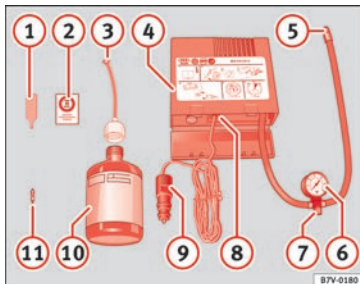

Fig. 67 Rappresentazione standard: contenuto del kit per la riparazione degli pneumatici.
- Svitare il cappuccio e l'elemento di tenuta della valvola del pneumatico. Utilizzare l'apparato » **fig. 67 ①** per estrarre l'elemento di tenuta. Collocarlo su una superficie pulita.
- Agitare vigorosamente la bomboletta del sigillante per pneumatici » **fig. 67 ⑩**.
- Avvitare il tubo di gonfiaggio » **fig. 67 ③** alla bomboletta del sigillante. La piombatura della bomboletta si rompe automaticamente.
- Rimuovere il tappo del tubo di riempimento » **fig. 67 ③** e avvitare l'estremità aperta dal tubo alla valvola dello pneumatico.
- Ricollocare l'elemento di tenuta con l'apparato » **fig. 67 ①** nella valvola del pneumatico.
- Avvitare il tubo di gonfiaggio del pneumatico del compressore » **fig. 67 ⑤** nella valvola del pneumatico.
- Verificare che la vite di sfiato dell'aria sia chiusa » **fig. 67 ⑦**.
- Collegare il connettore » **fig. 67 ⑨** a una presa elettrica a 12 V del veicolo » **pag. 159**.
- Collegare il compressore ad aria con l'interruttore ON/OFF » **fig. 67 ⑧**.